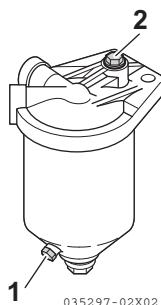

Figura 7
2. Desaperte a válvula de drenagem (**Figura 7, (1)**) do separador de água e drene qualquer água e sujidade recolhida no interior. Descarte a água recolhida e a sujidade devidamente.
3. Após a drenagem, aperte o parafuso de purga de ar (**Figura 7, (2)**).